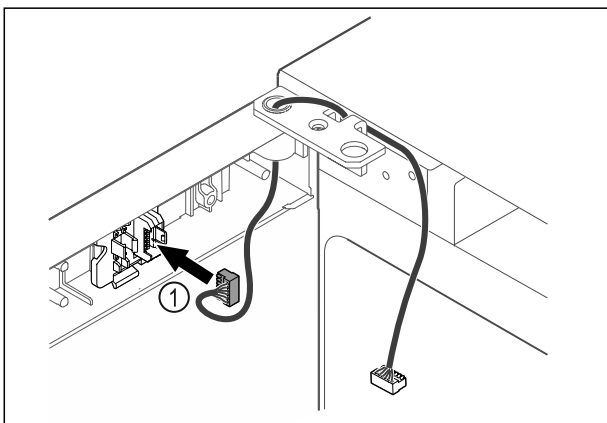

Fig. 45
- Вставити штекер Fig. 45 (1) в кріплення штекера.